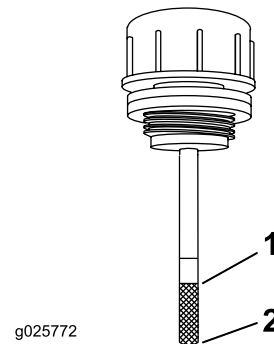

Figura 71
5. Curățați zona din jurul jojei rezervorului sistemului hidraulic (Figura 71).
6. Îndepărtați joja din rezervorul hidraulic (Figura 71).
8. Scoateți joja și verificați extremitatea acesteia (Figura 71). Dacă nivelul de ulei este la marcajul adăugare, turnați încet ulei în rezervorul hidraulic doar pentru a crește nivelul până la marcajul plin.